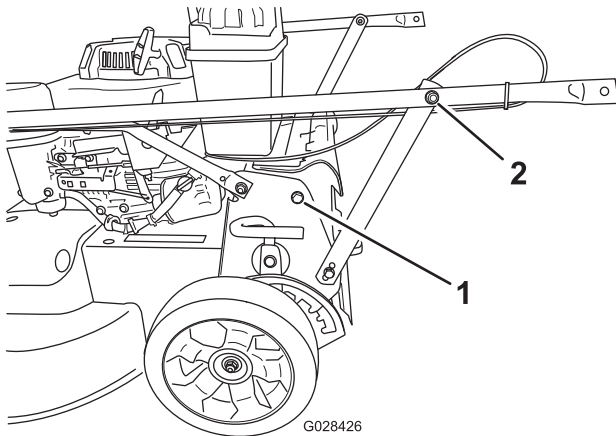

Figure 4
1. Retirez les 2 boulons du cadre de la machine à l'emplacement montré à la Figure 4.